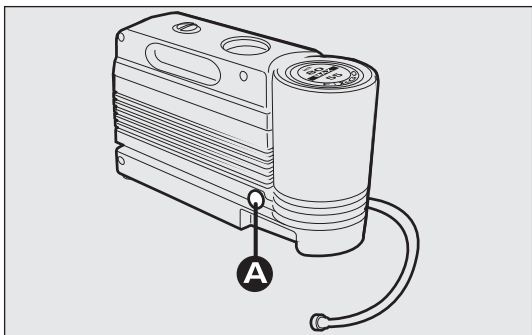

fig. 183
- pousser la touche A-fig. 183 pour faire sortir la recharge ;